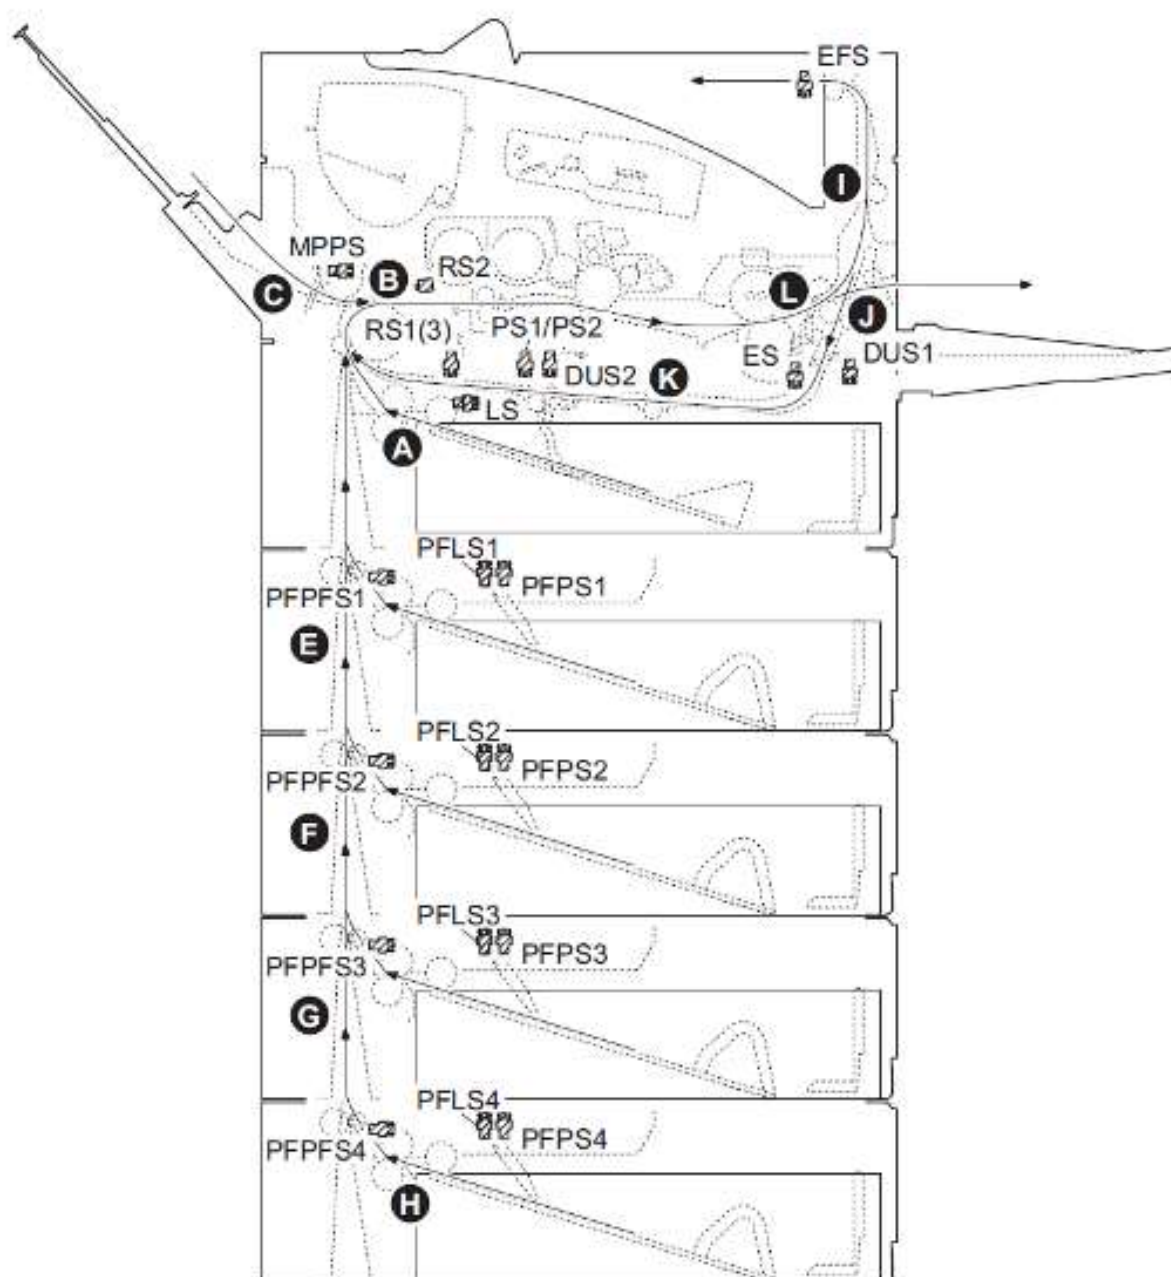

图 1-4-1 卡纸位置
*:有关卡纸位置, 请参阅图 1-4-1 (请参阅第 1-4-1 页)。